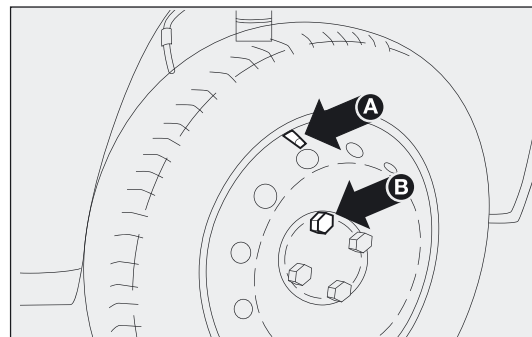

fig. 138
- ❑ monteer het normale wiel en draai de eerste wielbout B-fig. 138 twee slagen in het gat dat zich het dichtst bij het ventiel A bevindt;